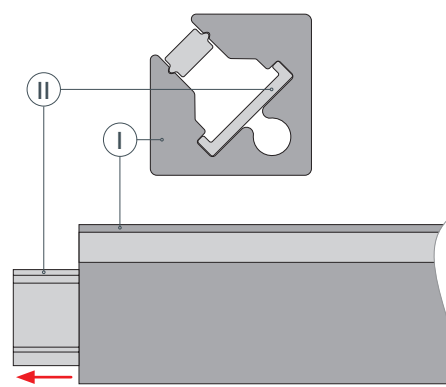

Рис. 1. Извлечение выдвижной пластины ② из профиля ①, вид сверху
- 2** / Извлеките выдвижную пластину ② из профиля ①, как показано на рис. 1.